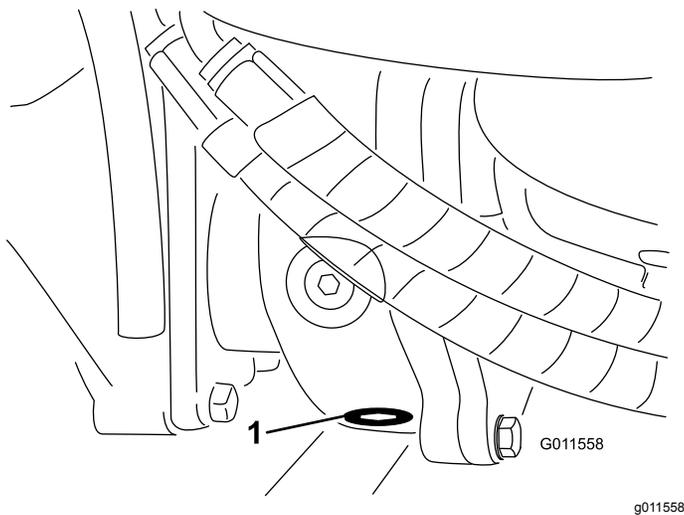

Рисунок 65
5. Очистите область вокруг сливной пробки в нижней части редуктора (Рисунок 65).